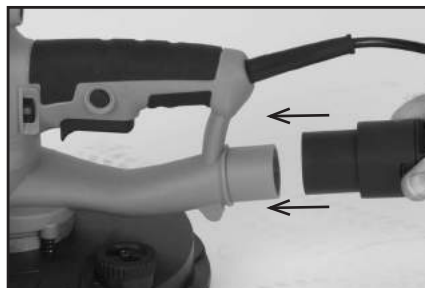

Fig. 3
- Spingere l'attacco per l'aspirazione della polvere nella porta di aspirazione presente sul corpo principale dell'utensile. **(Fig. 3)**